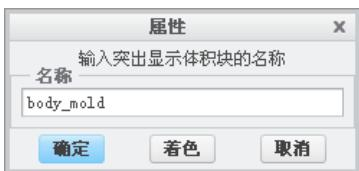
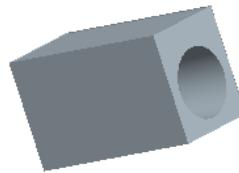

图 7.17 “属性”对话框
图 7.18 型腔
(3) 单击“选择”对话框中的**确定**按钮。
Step5. 此时,系统弹出图7.17所示的“属性”对话框,同时模型中的其余部分变亮,输入其余部分体积的名称body_mold,单击**着色**按钮,可以预览图7.18所示分割创建的型腔,单击**确定**按钮,系统再次弹出“属性”对话框。